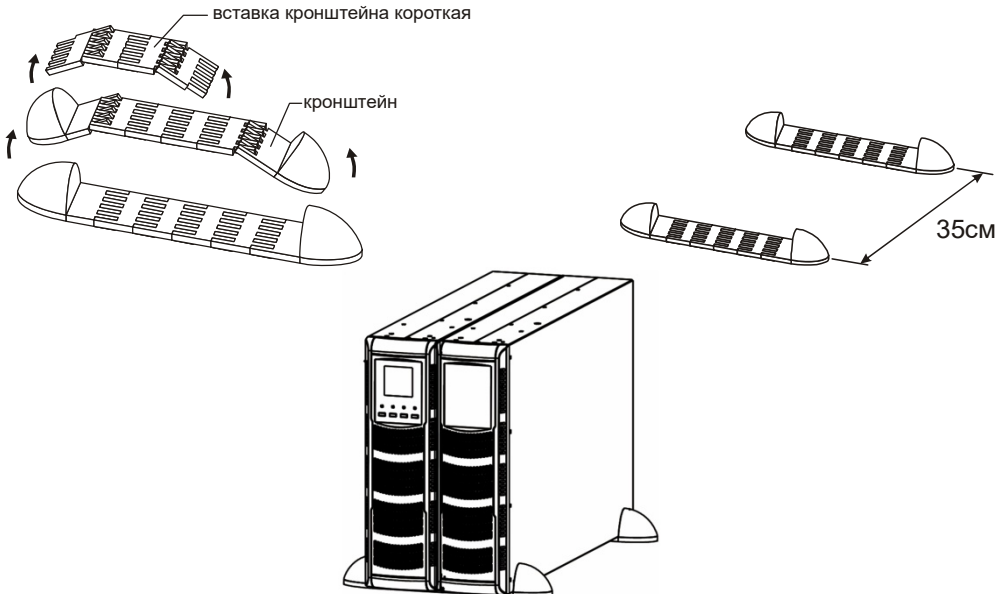

Рисунок 7 – Порядок установки ИБП совместно с БМ в вертикальное напольное (настольное) положение
7.1.5 Установку ИБП совместно с БМ в вертикальное положение следует производить аналогично п.7.1.4 при помощи кронштейнов для вертикальной установки и коротких вставок кронштейнов для вертикальной установки из комплекта поставки ИБП и БМ (см. рисунок 7).